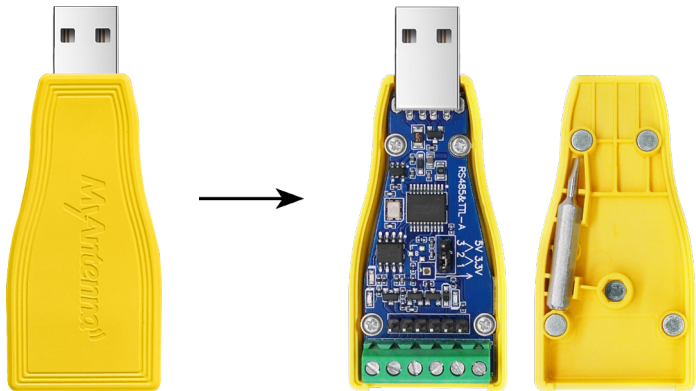

图 4. USB 转 485/TTL 转换器
按照图 4 所示，接口是 B 型，注意限位方向，线缆端口⑤对准产品接口端口⑤后，再插进扭紧。